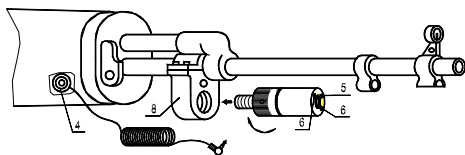

Рис.5 Установка ЛЦУ на охотничьи карабины
6.4. Установка ЛЦУ на охотничьи нарезные карабины типа ОП СКС, «Тигр» (рис. 5)
- установить кронштейн 8 в охват ствола в соответствии с рис.5;